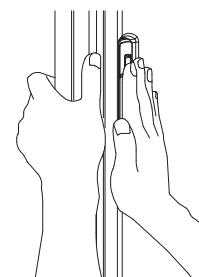

図 3
3. 扉を押さえ、取手を手のひら全体で本体側に押してください。(図 3)